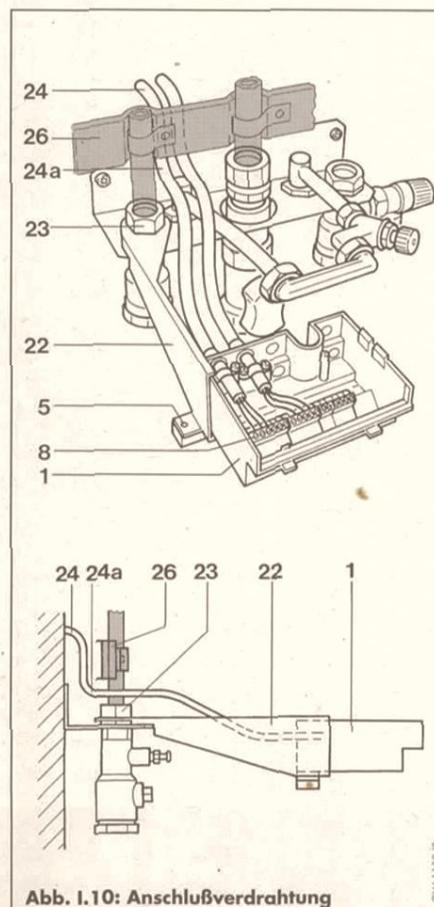

Abb. I.10: Anschlußverdrahtung
- Befestigen Sie den Abstandshalter (22) am Wartungshahn (23) und am Anschlußkasten (1).
- Schneiden Sie die Anschlußleitungen (24) auf ca. 50 cm Länge (ab Wandauslaß) und isolieren Sie diese ab.
- Verlegen Sie die Anschlußleitungen mit einer Schleife (Abb. I.10).